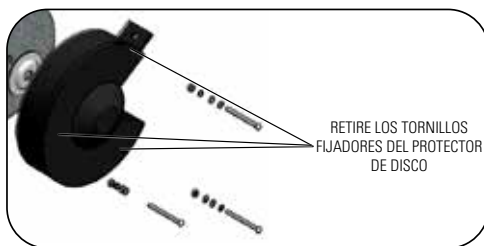

FIGURA 9.2
2. Retire las protecciones del disco a ser sustituido. Figura 9.2. Reemplace inmediatamente discos resquebrajados o deteriorados;